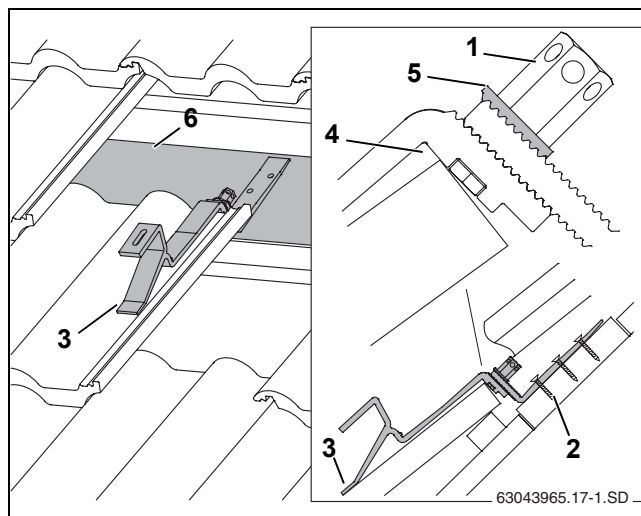

Fig. 14 Gancho de tejado montado (para facilitar la vista se han eliminado de la figura algunas tejas)
- ▶ Colocar el apoyo delantero sobre la teja de tal forma que con carga descansa sobre el perfil ondulado (Fig. 14, [3]).
Para ello, el gancho de tejado debe tener un poco de juego en el borde superior de la teja (Fig. 14, [2]). En caso necesario, adaptar la parte superior de la teja.
- ▶ Deslice hacia abajo la parte inferior del gancho de tejado hasta que éste descansa sobre el cabrio o sobre las tablas/tablones (Fig. 14, [6]).
La arandela dentada (Fig. 14, [5]) debe encajar en el lado dentado de la parte inferior del gancho para tejado.
- ▶ Apriete la tuerca hexagonal larga (Fig. 14, [1]). Introduzca para ello la llave de tamaño 5 en el orificio de la tuerca hexagonal y gírela.
- ▶ Fije la parte inferior del gancho de tejado al cabrio como mínimo en el primer (Fig. 14, [2]) y en el segundo orificio mediante tornillos adecuados.